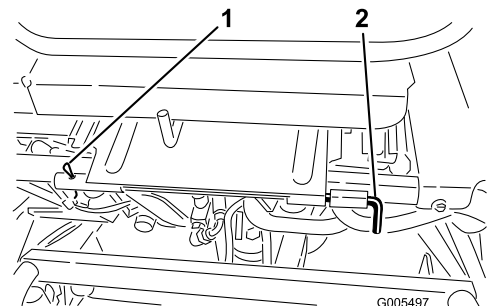

Figura 34
3. Baje el asiento y retire el pasador que fija la varilla de pivote del asiento al bastidor (Figura 34).